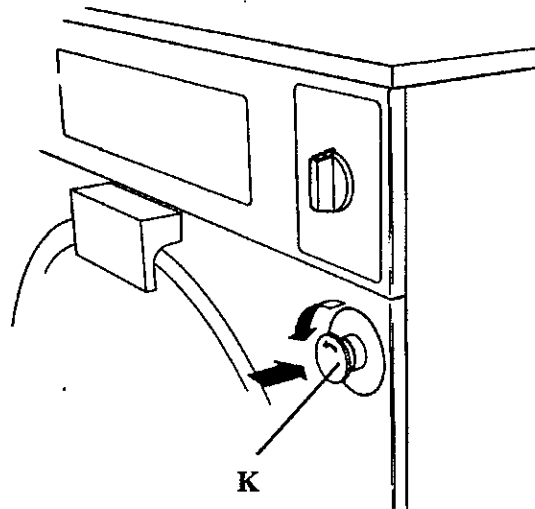

fig. 7
Emergency stop (K). (Refer to clause 1.3). Push button with mechanical interlock (*fig. 7*) located at the washer front.
Paro de emergencia (K). (Ver apartado 1.3). Pulsador con enclavamiento mecánico (*fig. 7*) ubicado en la zona frontal de la lavadora.
Arrêt d'urgence (K). (Voir section 1.3). Bouton-poussoir avec enclenchement mécanique (*fig. 7*) placé au frontal de la machine.